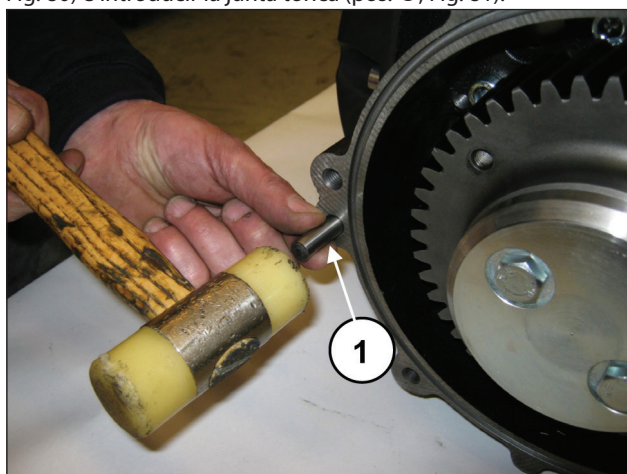
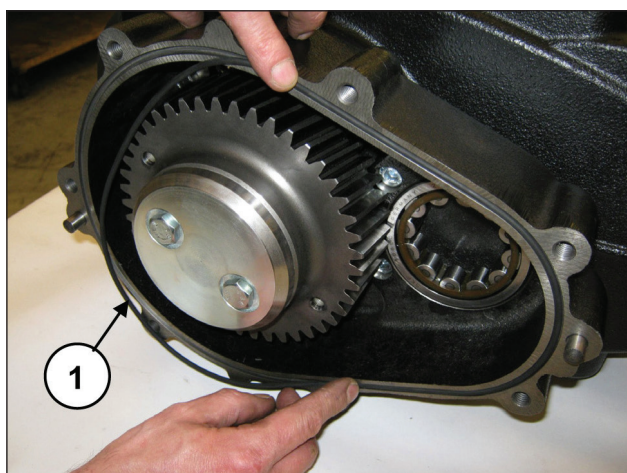

Fig. 80
Fig. 81
Colocar las 2 clavijas Ø10x24 en la caja del reductor (pos. ①, Fig. 80) e introducir la junta tórica (pos. ①, Fig. 81).